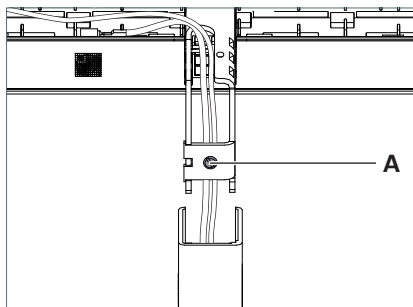

Fig. 17: Regolare la testa dell'apparecchio.
- ▶ Per sollevare leggermente la testa dell'apparecchio, ruotare di un giro in senso antiorario la vite di regolazione **A**, vedi Fig. 17